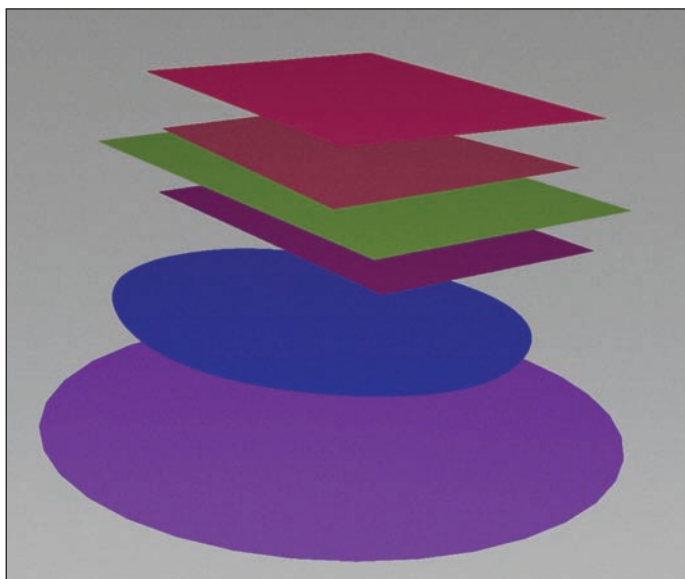

Рис. 3. Возможности Alias по построению плоскости
6. Вращение прямой кривой вокруг перпендикулярной оси. Alias предоставляет нам множество способов для создания обычной плоскости и еще большую свободу в проектировании при создании сложных поверхностей и связок (рис. 3). Но, как видно в каждом из случаев, изначальная задача — формирование "ске-